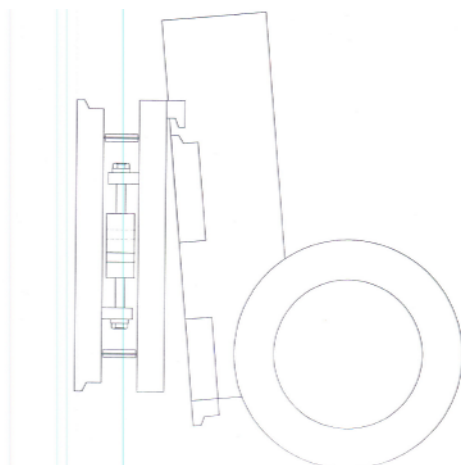

Рис.5
7. Совместите верхний захват весовой части с верхней поверхностью каретки, приподнимите каретку и верните в вертикальное положение (рис.5).